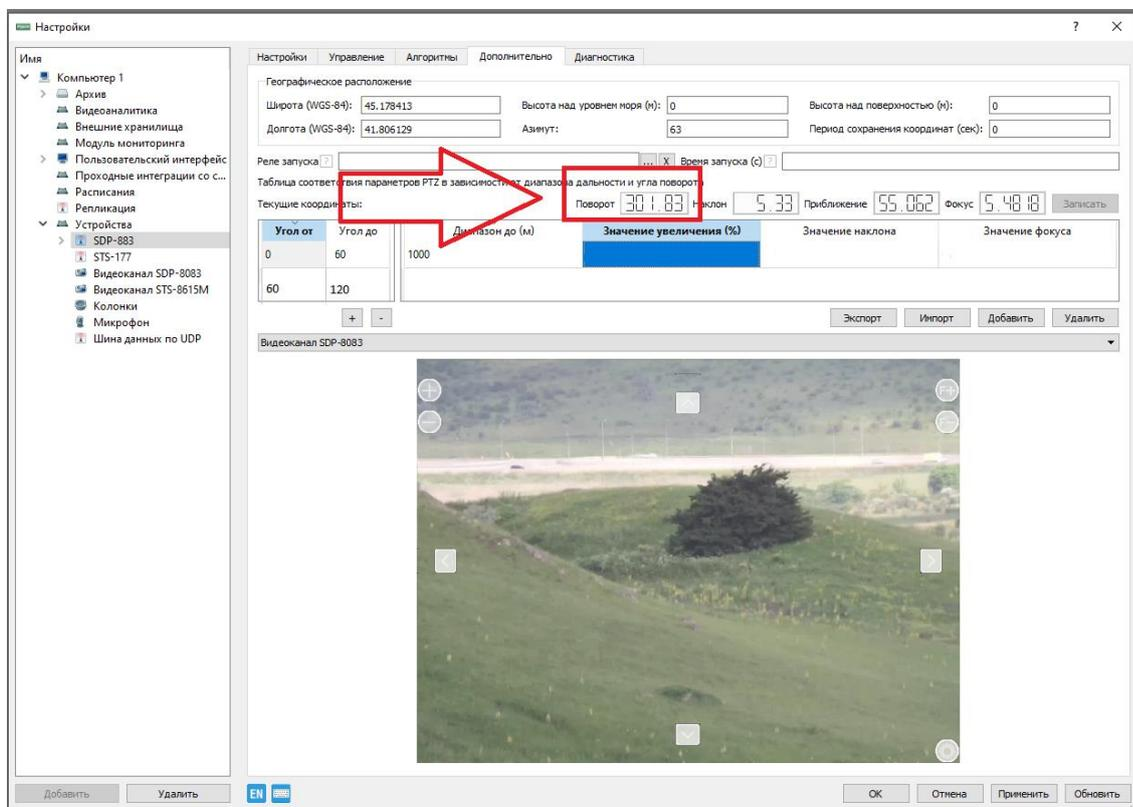

Рисунок 29
2.3.8.13 Сектор можно определить по показаниям угла поворота (Рисунок 29).